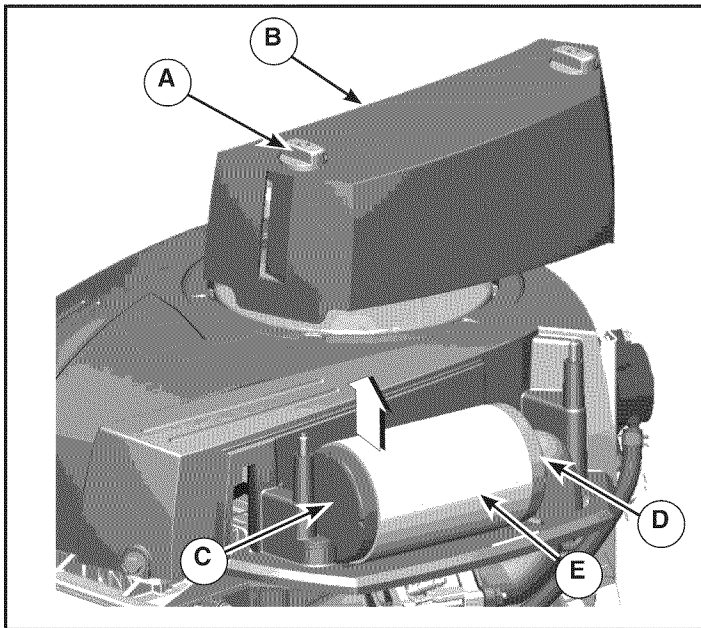

Figura 12
1. Remueva los sujetadores (A, Figura 12) y la tapa del filtro (B).
2. Para remover el filtro (C), levante el extremo del filtro y luego hale el filtro alejándolo de la admisión (D).
3. Remueva el pre-filtro (E), si está equipado, del filtro.